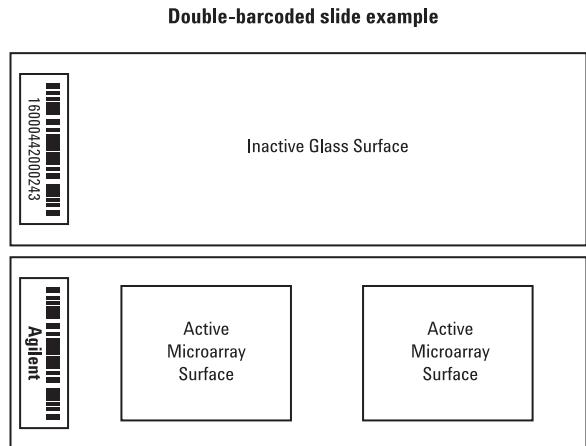

Figura 42 Orientarea lamei de micromatrice
- b** Asigurați-vă că suprafața activă a micromatricei este orientată în sus (Consultați Figura 42), către capacul transparent al suportului, cu codul de bare în partea stângă.
Lamele de micromatrice Agilent prezintă două coduri de bare, câte unul pe fiecare parte. Consultați Figura 42. Poziționați suprafața activă a lamei de micromatrice către capacul transparent al suportului pentru lame.